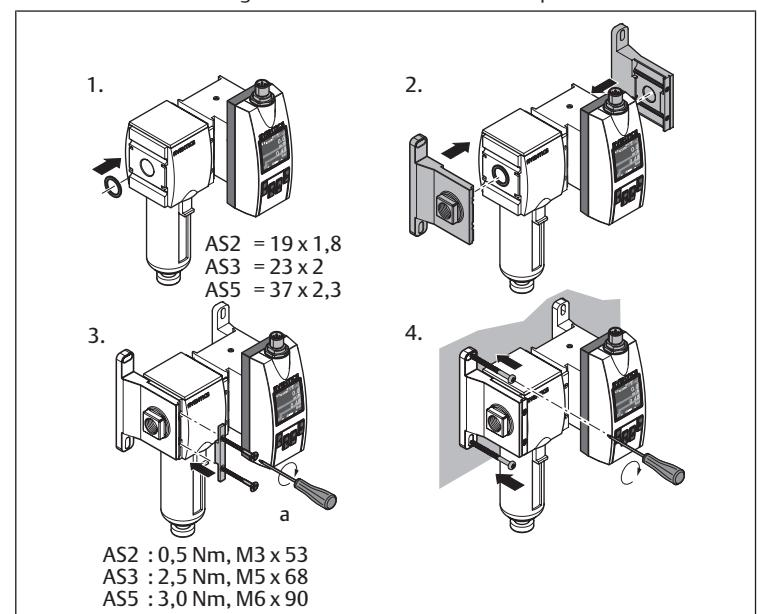

Abb. 6: Montage mit Verblockungssatz | W05
- Montage mit Verblockungssatz (ohne Wartungseinheit): siehe → Abb. 6.